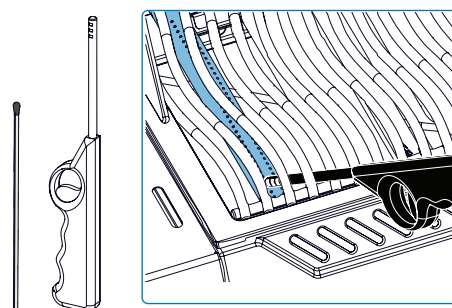

Abb. 8
4. Wenn die Zündflamme und der Brenner nach 5 Sekunden nicht zünden – drehen Sie den Regler im Uhrzeigersinn in die AUS-Position. Warten Sie 5 Minuten, damit das Gas sich verflüchtigen kann. Wiederholen Sie die Schritte 2 und 3 (**Abb. 6**), oder siehe **"Alternative Zündanweisungen"** (**Abb. 8**).
5. Wenn der Brenner nicht zündet – Brennerregler im Uhrzeigersinn in die OFF-Position drehen. 5 Minuten warten. Wiederholen Sie die Schritte 3 und 4 (**Abb. 6**), oder siehe **"Alternative Zündanweisungen"** (**Abb. 8**).
3. Drehen Sie den entsprechenden Brennerknopf gegen den Uhrzeigersinn in die HIGH-Position, bis er zündet. (**Abb. 8**).